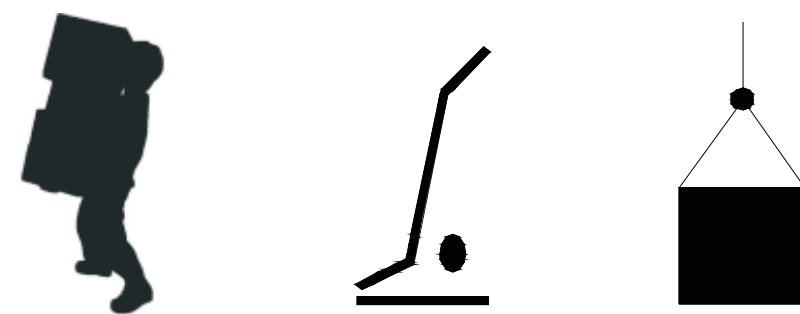

图9-2
3. 产品搬运一般采用手提式或小车搬运移动、吊装移动，如图9-2所示。